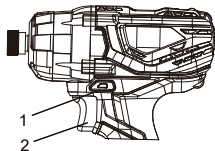

Fig. 5
Le commutateur de marche avant/arrière (1) est placé au-dessus de la gâchette (2), pour plus de commodité (figure 5). Pour que le mouvement rotatif du tournevis à percussion s'effectue dans le sens horaire (pour visser), poussez le commutateur de marche avant/arrière vers la gauche. Pour que le mouvement rotatif du tournevis s'effectue dans le sens antihoraire (pour dévisser), poussez le commutateur de marche avant/arrière vers la droite.
- Réglez le commutateur de marche avant/arrière en « marche avant » (figure 5).
1. Poussez le bouton de marche avant/arrière vers la DROITE pour retirer des écrous (figure 5).